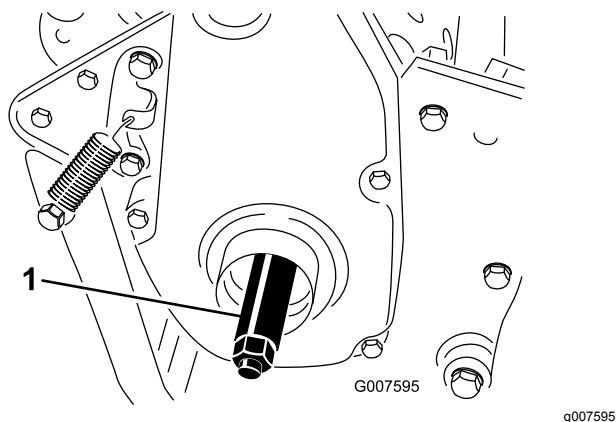

Рисунок 9
3. Вверните вал правого колеса в приводной шкив на правой стороне машины (Рисунок 9).